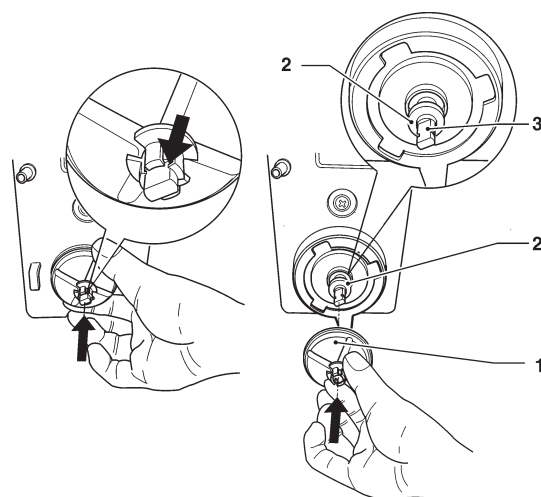

Fig. 33
- pour démonter les hélices il suffit d'exercer une légère traction pour les libérer (fig. 33).